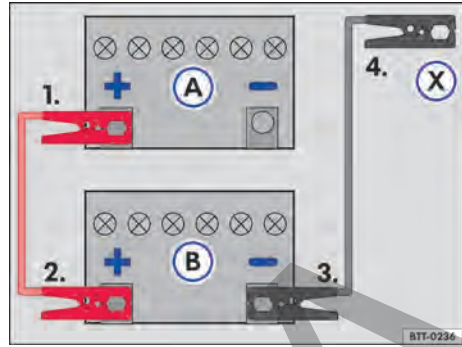

Fig. 169 Esquema para la conexión de los cables auxiliares de arranque: batería del vehículo descargada (A) y batería del vehículo que provee la corriente (B).
Leyenda para → fig. 169:
- Conectar un extremo del cable auxiliar de arranque rojo al polo positivo → fig. 169 (+) del vehículo con la batería del vehículo descargada (A) → ⚠.
- Conectar el otro extremo del cable de arranque auxiliar *rojo* al polo positivo (+) de la batería del vehículo que suministra corriente (B).
- Conectar un extremo del cable de arranque auxiliar *negro* al polo negativo (-) de la batería que brinda corriente (B) al vehículo.
- Conectar el otro extremo del cable de arranque auxiliar *negro* (X) al vehículo con la batería del vehículo descargada en una pieza maciza de metal atornillada firmemente al bloque del motor o en el mismo bloque del motor - aunque no cerca de la batería (A) → ⚠.